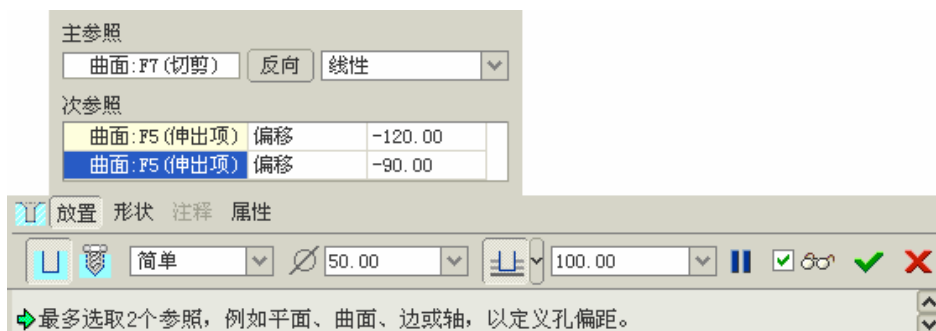

图 10-5
- (6) 在【放置】面板中修改定位尺寸，在特征操控板设置孔的大小，使之符合设计要求，如图 10-5 所示。也可直接双击模型中的尺寸进行修改。